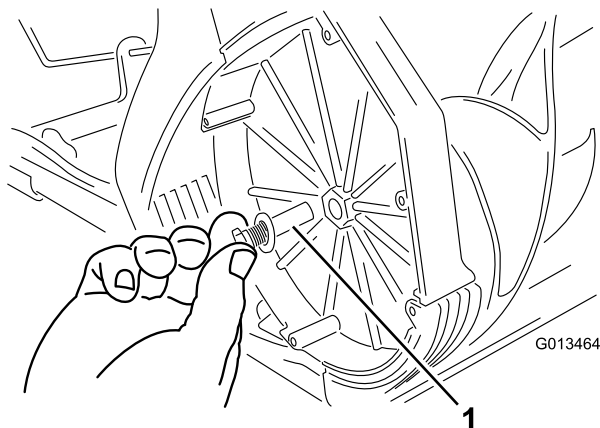

Figura 16
2. Retire o pino do rotor (Figura 16).